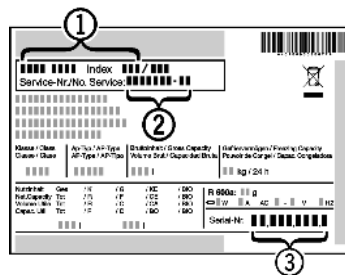

Fig. 37
- ▶ Apparaataanduiding Fig. 37 (1), servicenummer Fig. 37 (2) en serienummer Fig. 37 (3) van het typeplaatje aflezen. Het typeplaatje bevindt zich aan de binnenkant van het apparaat.